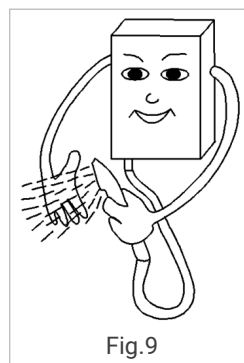

Fig.9
- (1) Rode o botão de regulação do fluxo de água para controlar o água e a sua temperatura.
- (2) Rode o botão de regulação do gás para controlar a chama do queimador do queimador, controlando assim a temperatura da água quente.
- (3) Desligue a válvula de saída de água quente e o aparelho o aparelho pára de funcionar automaticamente.
- Teste a temperatura da água com a mão antes do duche, para evitar escaldões (Fig.9).